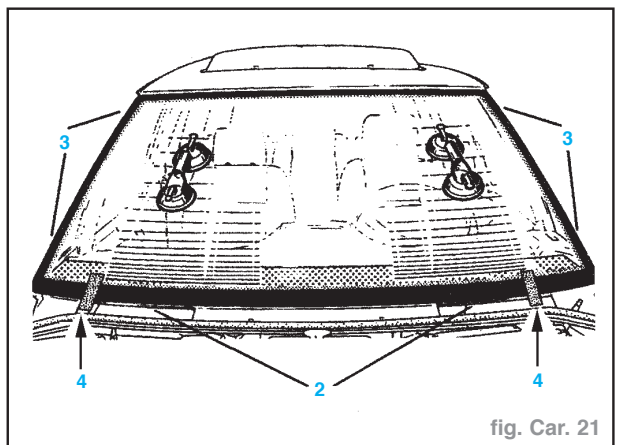

fig. Car. 21
- A l'aide de ventouses, présenter le pare-brise en l'appliquant sur les cales puis centrer le pare-brise par rapport aux déflecteurs avec les cales (3) interposées entre chaque déflecteur et le pare-brise (fig. Car. 21)
- Repérer alors à l'aide de ruban adhésif (4) sa position définitive et couper les rubans.
- Placer le pare-brise sur la baie et le centrer en se servant des repères inférieurs (4) et des cales entre pare-brise et déflecteurs (3) (fig. Car. 21).
- Appuyer modérément sur la périphérie du pare-brise pour assurer le contact avec les cales d'enfoncement et de hauteur (2).